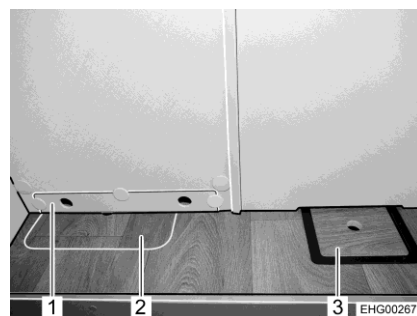

Bild 154 Åtkomst avloppstank bak
- Tag av panelen (Bild 154,1).
- Öppna golvluckan för avloppstanken (Bild 154,2)
- Öppna golvluckan för avtappningsventilen (Bild 154,3).
- Stäng golvluckan för avtappningsventilen (Bild 154,3).
- Stäng golvluckan för avloppstanken (Bild 154,2).
- Sätt tillbaka panelen (Bild 154,1).